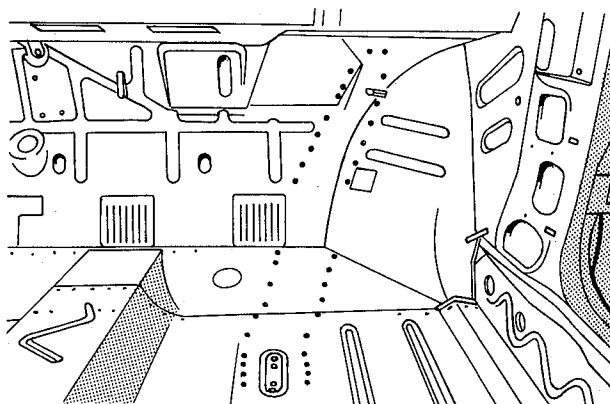

fig. 91
5. Perfurar os pontos de solda de fixação da longarina dianteira e saia do pára-lama ao assoalho (fig. 91)